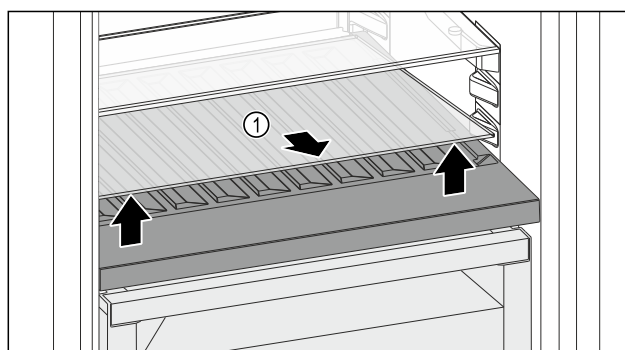

Fig. 107
- ▶ Podnieść płytę szklaną Fig. 107 (1) z przodu przy zagębnieniu i wyciągnąć.
- ▶ Przechować płytę szklaną Fig. 107 (1) w bezpiecznym miejscu poza urządzeniem.